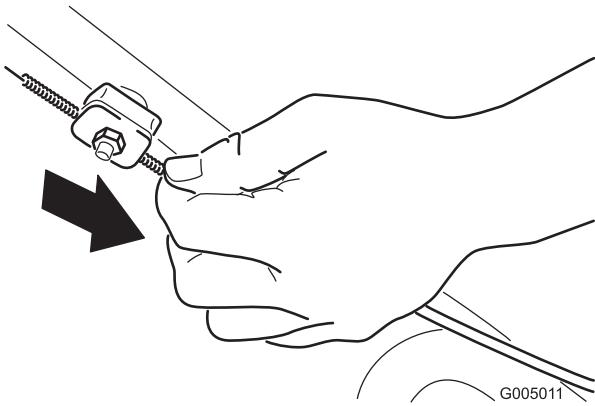

Figure 31
- Tirez la gaine du câble vers le bas (vers la machine) pour éliminer le mou du câble (Figure 31).